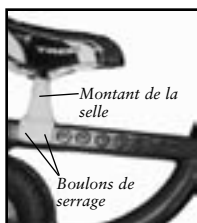

Figure 3.14 - Réglages de la position d'une selle de tricycle
1. Desserrez et retirez les boulons de serrage du montant de selle (figure 3.14).